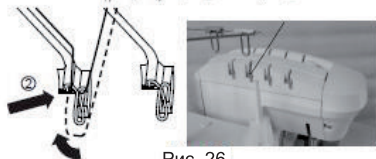

Рис. 26
3. Заправьте нитенаправитель на верхней крышке, потянув нить вниз, пока она не скользят под нитенаправитель в положении «2» (Рис. 26).